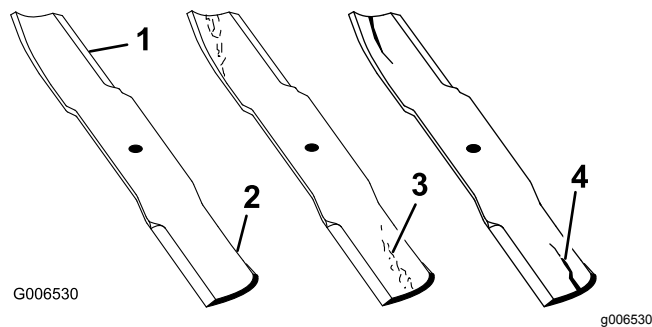

Figura 139
2. Examine cuidadosamente as extremidades da lâmina, prestando especial atenção à zona onde se encontram as partes curvas e planas da lâmina, conforme se mostra na Figura 139.
Nota: Deverá verificar o estado da lâmina antes da operação de corte, já que a areia e outro material abrasivo poderá desgastar o metal que liga a parte curva e plana da lâmina. Se der conta de desgaste, substitua a lâmina (Figura 139).